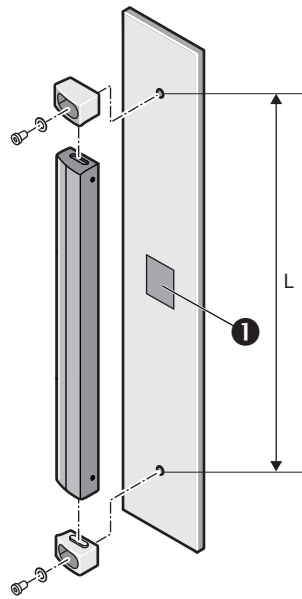

Рисунок 40: Монтаж miniTwin4 с помощью крепления O-Fix
- ❶ Подкладная шайба DIN 125
- ❷ Крепёжный винт M5
2. Вставить Twin-Stick между двумя креплениями O-Fix. Для вариантов использования, при которых могут возникать высокие колебания и вибрации, приклеить Twin Stick к монтажной поверхности начиная с устройства длиной 600 мм двухсторонней липкой лентой в середине устройства (см. ❶ при рисунок 40).